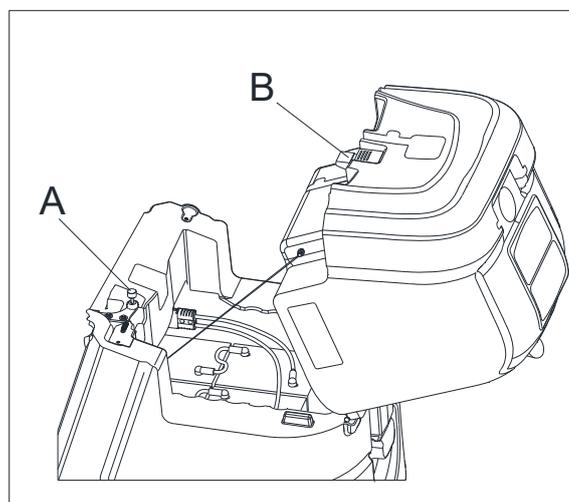

Рисунок 5
3. Переверните сиденье, нажмите защелку замка (как Рисунок 5, B), затем осторожно переверните сливной бак (15, Рисунок 1).